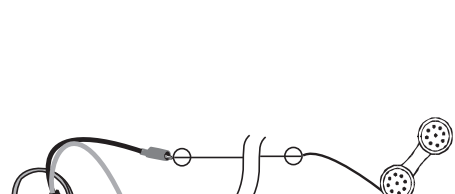

Abb. 2
- Die Messleitungen in Serie an einem Telefonprüfgerät auf dem inaktiven Schaltkreis anschließen. Siehe Abbildung 2.